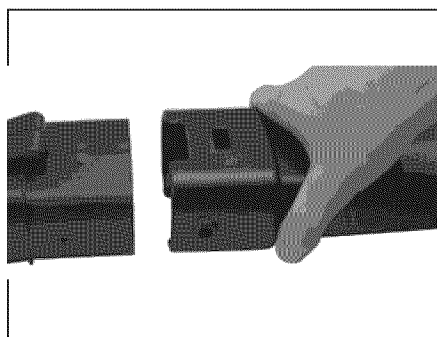

Figure 1 - Faites glisser le tube du souffleur
1. Insérez le tube de la souffeuse complètement sur la sortie à l'avant du boîtier, l'extrémité incurvée du tube pointant vers le haut. (voir la Figure 1)